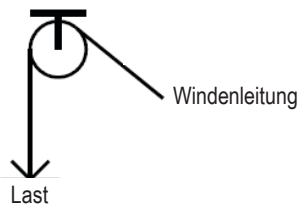

Abbildung 1a, Einzelseilbetrieb
- Eine Person mit einem Gesamtgewicht von 140 kg (inklusive Kleidung, Werkzeugen und Ausrüstung) im Einzelseilbetrieb (siehe Abbildung 1a), oder